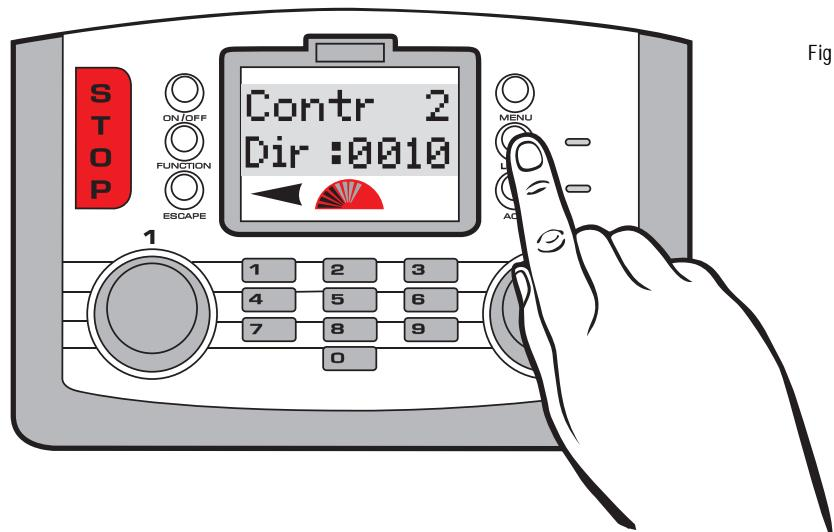

Fig 1
- Pulse el botón **Loco**. En la pantalla aparece "Contr 2 Dir:0010". Véase la Fig. 1.
- Para manejar la locomotora n.º 10, gire el **mando 1**. En la pantalla aparece "00:00 1 0010". Véase la Fig. 1.